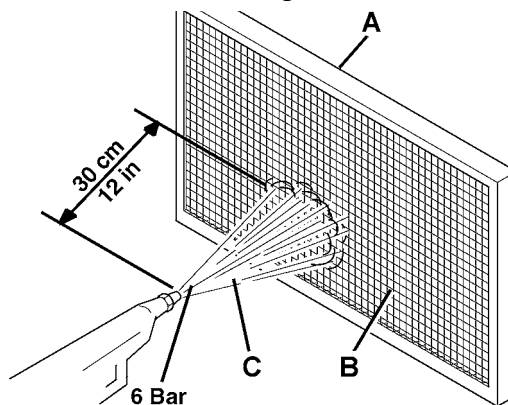

Abbildung 14
9. Den Filter in passender Außenumgebung auf eine flache und saubere Oberfläche rütteln; die Seite (A, Abb. 14) der Filtergewebeseite (B) gegenüberliegend schlagen lassen. Die Reinigung durch einen senkrechten Druckluftstrahl (C) von max. 6 Bar vollenden; der Strahl soll gegen die Filtergewebeseite (B) mit einem Mindestabstand von 30 cm gerichtet werden.
- Den Filter mit dem nach oben ausgerichteten Gewebe (B, Abb. 14) einsetzen.